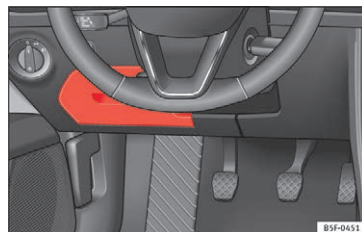

Fig. 100 Instrumentpanelet i førersiden: afdækning på sikringsboks
- **Åbning:** Klap afdækningen nedad og op » **Fig. 100.**